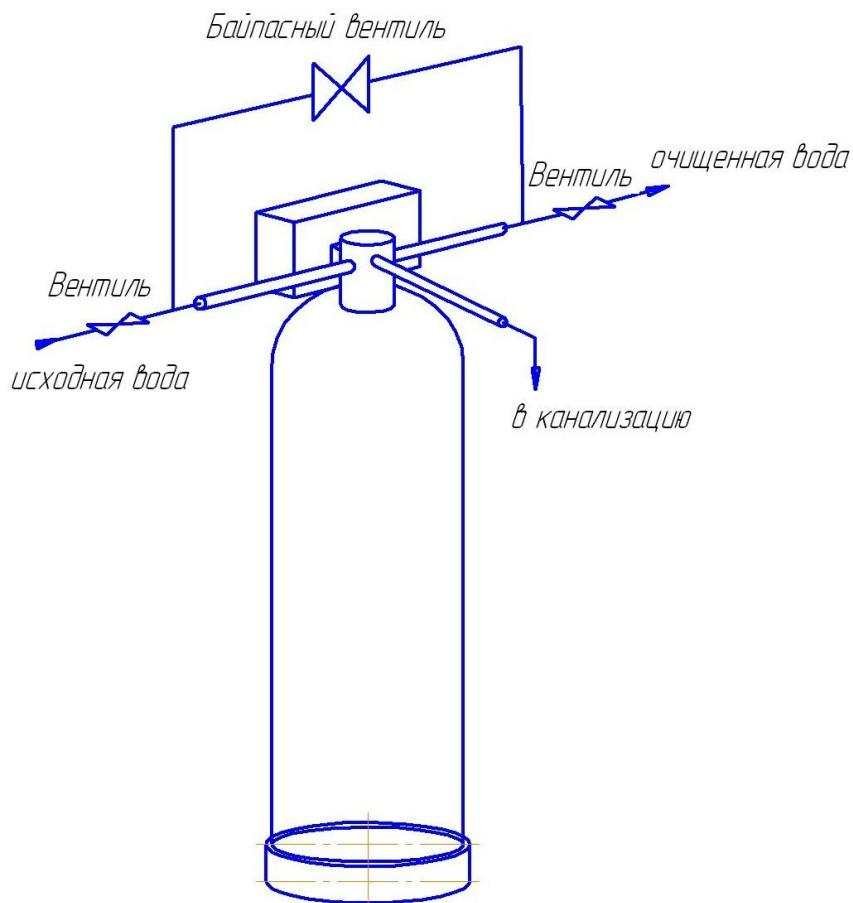

Рисунок 2 — Схема монтажа установки фильтрования WF-0,7...9,2-Rx-(ODM)...
7.13 На рис. 2 приведена схема монтажа установки фильтрования WF.